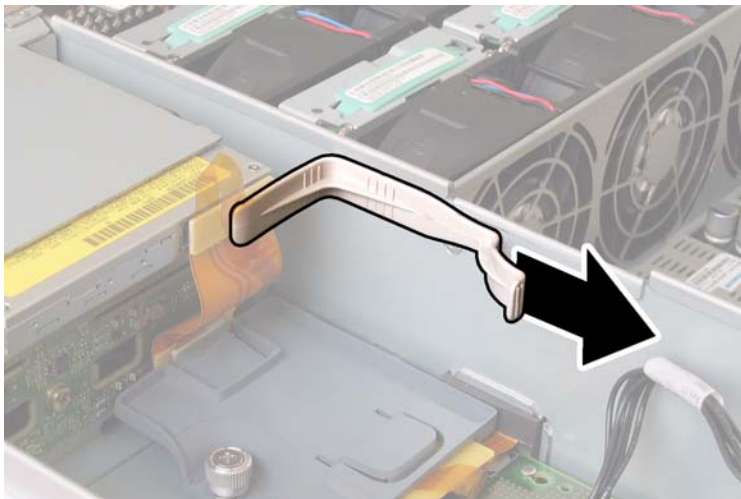

ABBILDUNG 4-35 Entfernen des oberen Kabelhalters
9. Entfernen Sie den oberen Kabelhalter aus dem Gehäuse. Drücken Sie den Kabelhalter zur Rückseite des Gehäuses, damit er aus den drei versetzten Öffnungen in der Gehäusezwischenwand freikommt. Siehe ABBILDUNG 4-35.